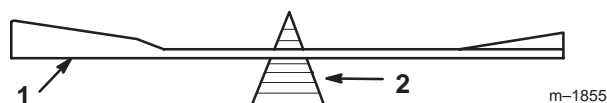

Figure 32
2. Vérifiez l'équilibre de la lame en la plaçant sur un équilibreur (Fig. 32). Si la lame reste horizontale, elle est équilibrée et peut être utilisée. Si la lame est déséquilibrée, limez un peu l'extrémité de la partie incurvée seulement (Fig. 30). Répétez la procédure jusqu'à ce que la lame soit équilibrée.